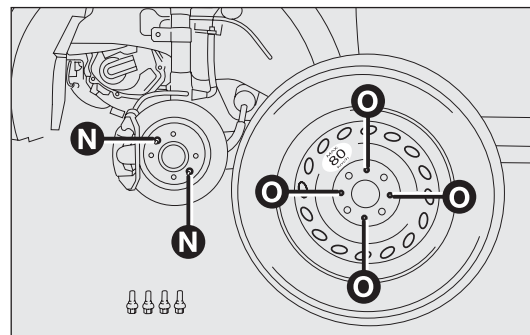

fig. 126
- ❑ monter la roue de secours compacte en faisant coïncider l'axe N-fig. 126 avec l'un des orifices O se trouvant sur la roue ;